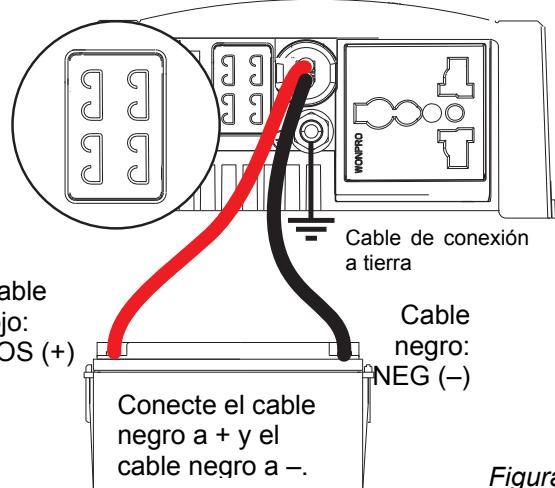

Figura 4
- Conecte el cableado de CC como se muestra en la figura 4: el terminal negro NEG (-) en el polo negativo (-) de la alimentación eléctrica / batería, el terminal rojo POS (+) en el polo positivo (+) de la alimentación eléctrica/ batería. No coloque todavía el(los) fusible(s) de CC en el portafusible.